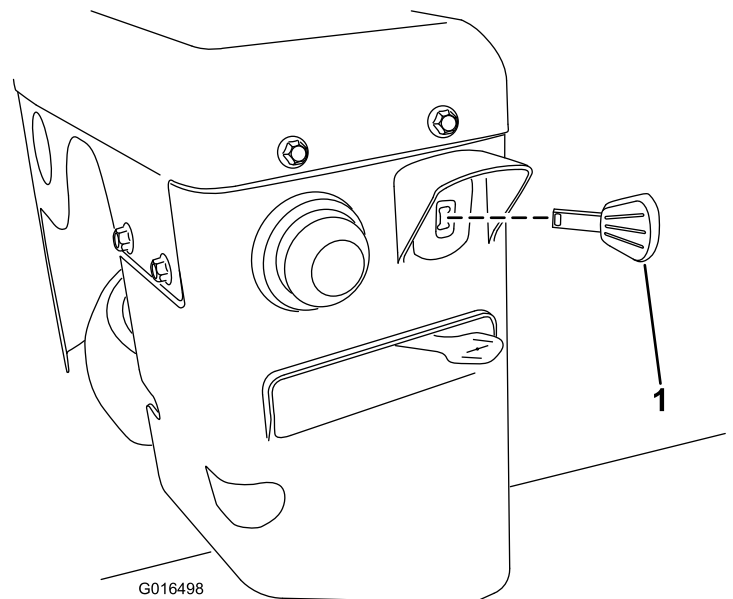

Bild 25
3. Stecken Sie den Zündschlüssel ein (Bild 25).